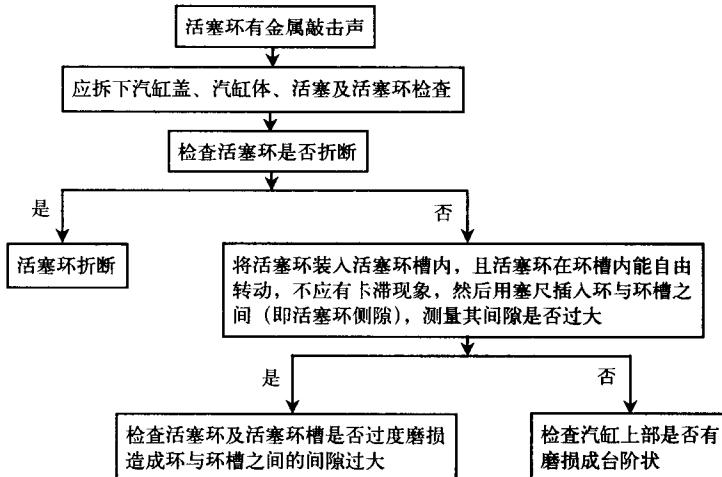

图1-9 活塞环有金属敲击声的故障诊断程序
2. 故障诊断 活塞环有金属敲击声的故障诊断程序如图1-9所示。